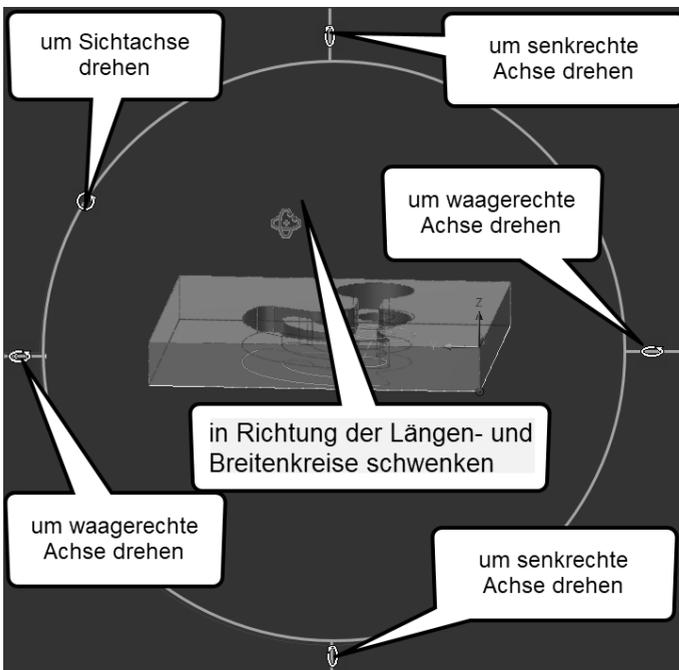

Abb. 1.17: Abhängiger Orbit mit Markierung und unterschiedlichen Cursor-Funktionen
- ORBIT – dient zum Schwenken der Ansicht mit gedrückter Maustaste. Alternativ kann die Funktion auch mit der Kombination `Shift`-Taste und gedrücktes Mausrad ausgeführt werden. Die Standard-Option ist der FREIE ORBIT. Im Dropdown-Menü darunter verbirgt sich der ABHÄNGIGE ORBIT. Er hebt sich auf dem Bildschirm durch eine sehr schwache Markierung mit einem großen Kreis und vier Achsenmarken nur wenig vom Hintergrund ab. Am besten ist er zu erkennen, wenn Sie bei den ANZEIGEEINSTELLUNGEN (fünf Werkzeuge weiter rechts) unter UMGEBUNG dann DUNKLER HIMMEL aktivieren (Abbildung 1.17). Je nachdem, wo der Cursor steht, wird unterschiedlich geschwenkt. Mit diesem Modus kann man viel gezieltere Schwenks ausführen als mit dem FREIEN ORBIT. Das Problem ist nur, dass die Markierung oft schwer zu sehen ist.